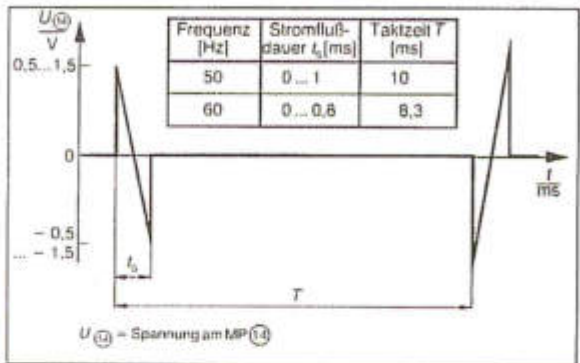

Abb. 8: Grenzwerte zur Vorstromeinstellung
6. Die Stromflußdauer sollte gerade bis max. 1 ms betragen, ggf. an Poti P 5 einstellen (vgl. Abb. 8)
7. Meßpunkt MP ② von OV_M trennen.